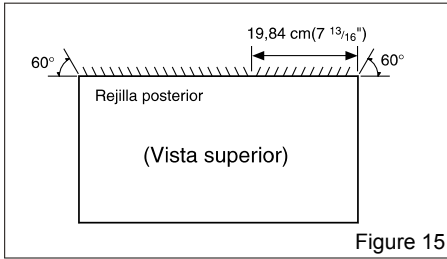

Figure 15
- 1** Coloque la dirección de la rejilla en la parte posterior del alojamiento de la pared en un ángulo de 60° según se muestra en la FIG 15. Se recomienda el uso de tenazas.